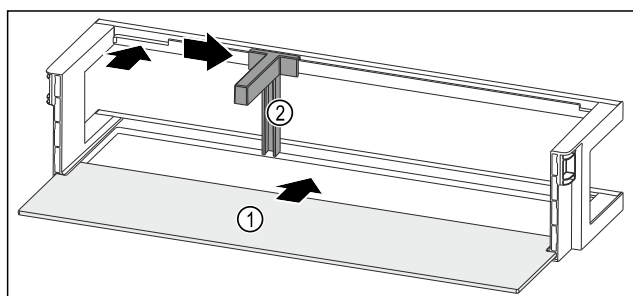

Fig. 202 带搁板的门边存放架
- ▶ 将搁板 Fig. 202 (1) 推入侧面凹槽。
- ▶ 将瓶托 Fig. 202 (2) 装入槽中。
- ▶ 将瓶托 Fig. 202 (2) 推至一侧的所需位置。